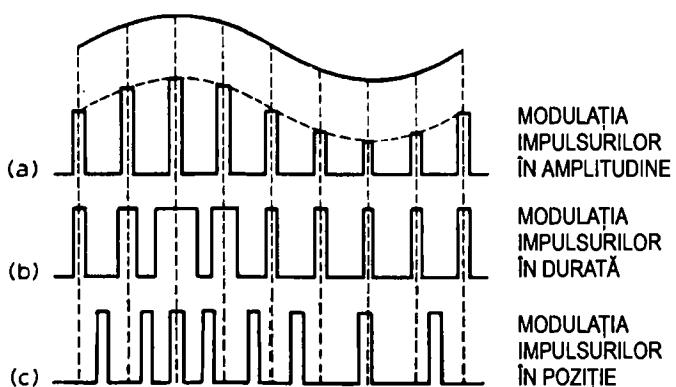

Figura 16.1 Modulația impulsurilor
- Modulația impulsurilor în amplitudine (MIA)** – prin care amplitudinea impulsurilor se modifică în funcție de semnal (figura 16.1(a)).
- Modulația impulsurilor în durată (MID)** – prin care durata impulsurilor se modifică în funcție de semnal (figura 16.1(b)).
- Modulația impulsurilor în poziție (MIP)** – prin care poziția impulsurilor se modifică în funcție de semnal (figura 16.1(c)).